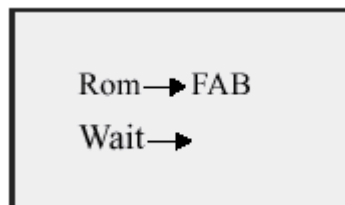

Fig. 4.20 - Pantalla de presentación de lectura de memoria
2. Presionar la tecla "→" luego de 2 segundos de haberse presentado la pantalla descrita en la Fig. 4.20. Se puede recorrer entonces bloque a bloque del programa.
1. En 2 - 3 segundos después de encender se verá en el display LCD : fig. 4.20